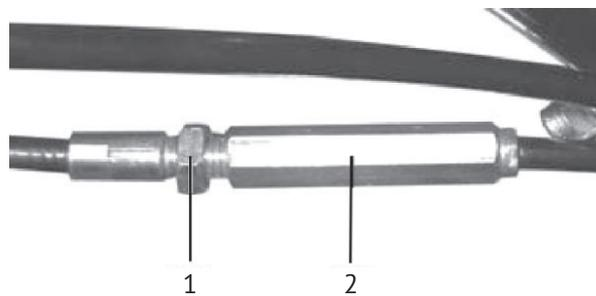

рис. 8
Регулировка натяжения приводных тросов с помощью резьбовой втулки (рис.8 поз.2):
- для натяжения – ослабить (отвернуть) гайку (рис.8 поз.1), переместить втулку вверх и затянуть гайку до втулки;
- для ослабления – ослабить гайку (рис.8 поз.1), переместить втулку вниз и затянуть гайку до втулки.